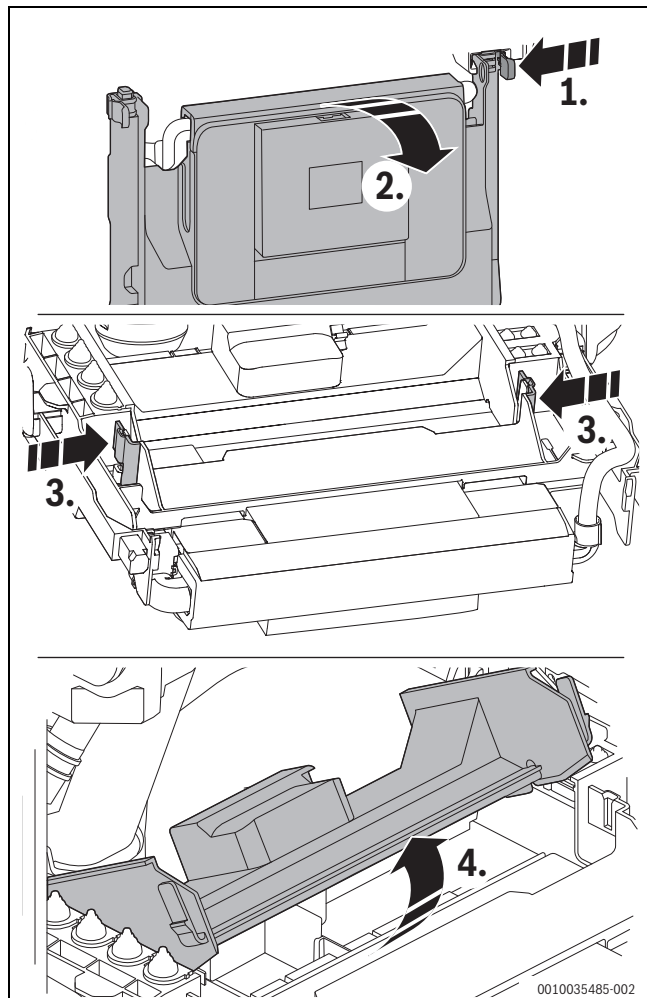

Fig. 34 Åbn styreenheden
- Vip styreenheden nedad (→ fig. 34).